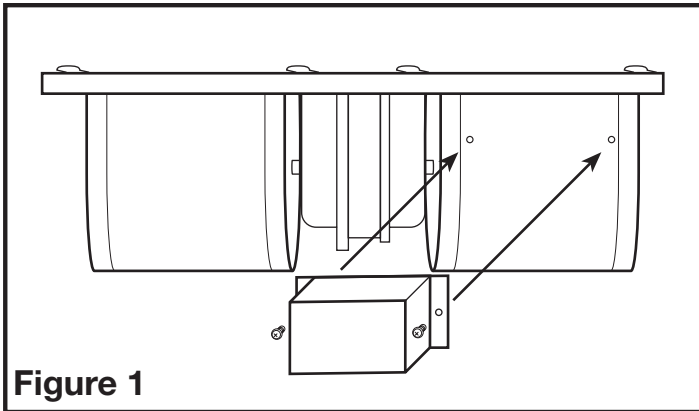

Figure 1
- Position the capacitor cover over the two holes in the blower housing & attach using the two #6 screws provided (**Figure 1**).
- Placez la couverture du condensateur au-dessus des deux trous dans le logement du ventilateur et attachez en utilisant les deux vis #6 fournies (**Figure 1**).